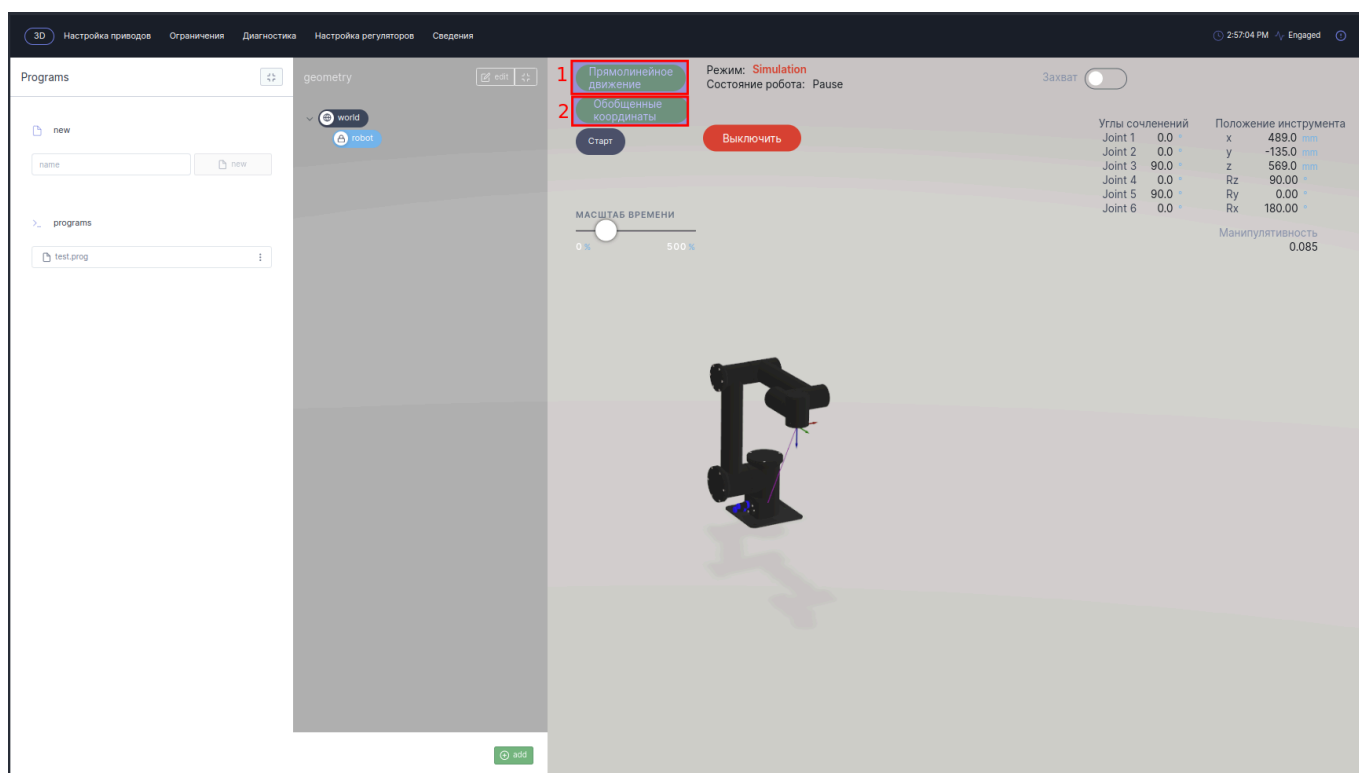

Рис. 3.2
Пользователю станут доступны два режима ручного управления (рис. 3.2) – **Прямолинейное движение (1)** для управления роботом в декартовом пространстве и **Обобщенные координаты (2)** для управления роботом в пространстве обобщенных координат.